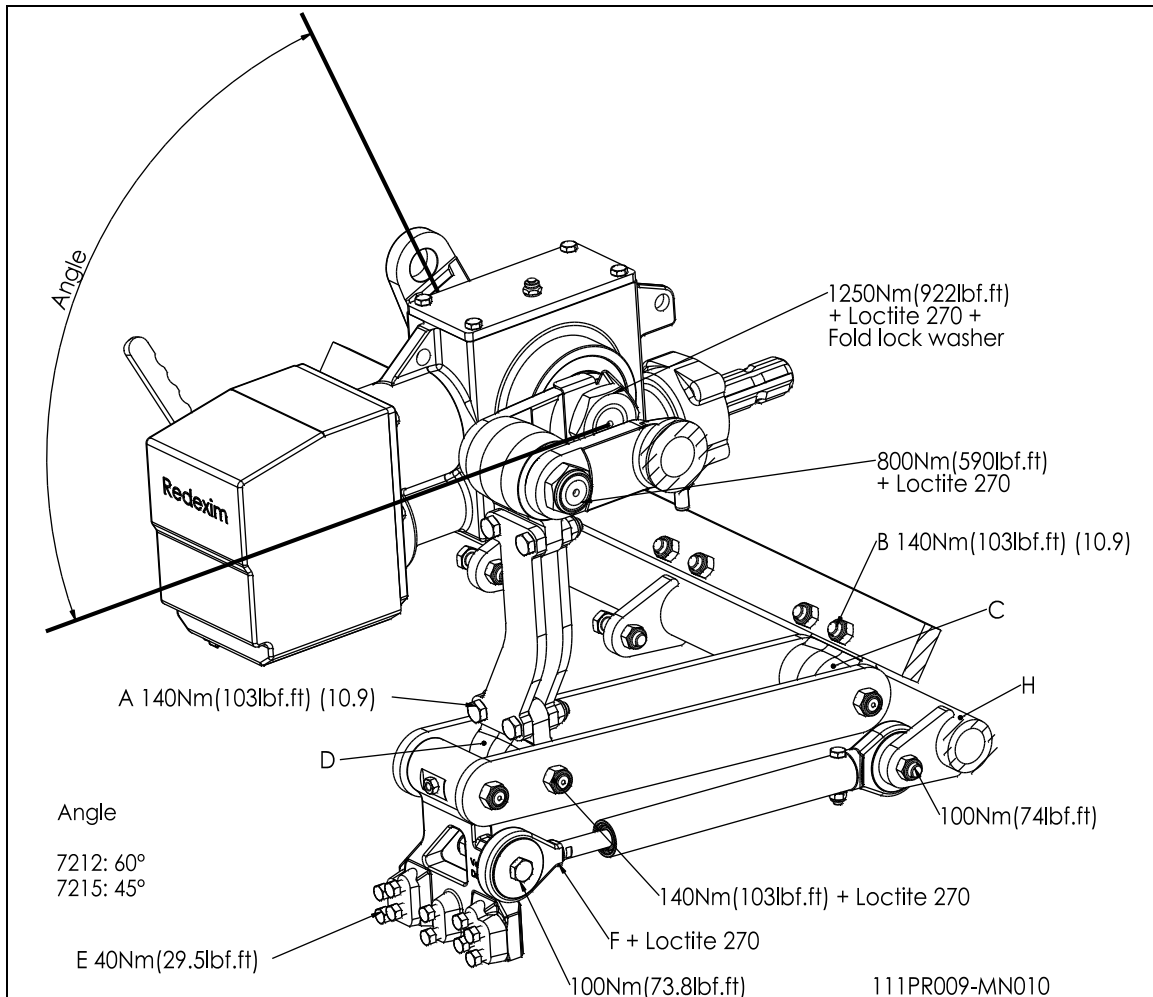

Fig. 8
På fig. 8 vises vridningsmomentets indstilling af de vigtigste bolte og møtrikker. Der, hvor indstillingen af vridningsmomentet ikke er nævnt, skal du sikre dig, at de er strammet ligesom en tilsvarende bolt og møtrik. Brug Loctite, hvis bolte og møtrikker løsner sig af sig selv.
6. Efter at krumtappen og/eller lejet er sat i igen, skal alle dele sættes på plads i samme rækkefølge, som de blev fjernet i. Brug Loctite som anført på fig. 8.
Hvis et element ikke længere er på linie med de tilstødende elementer, kan dette justeres som følger (se fig. 8):